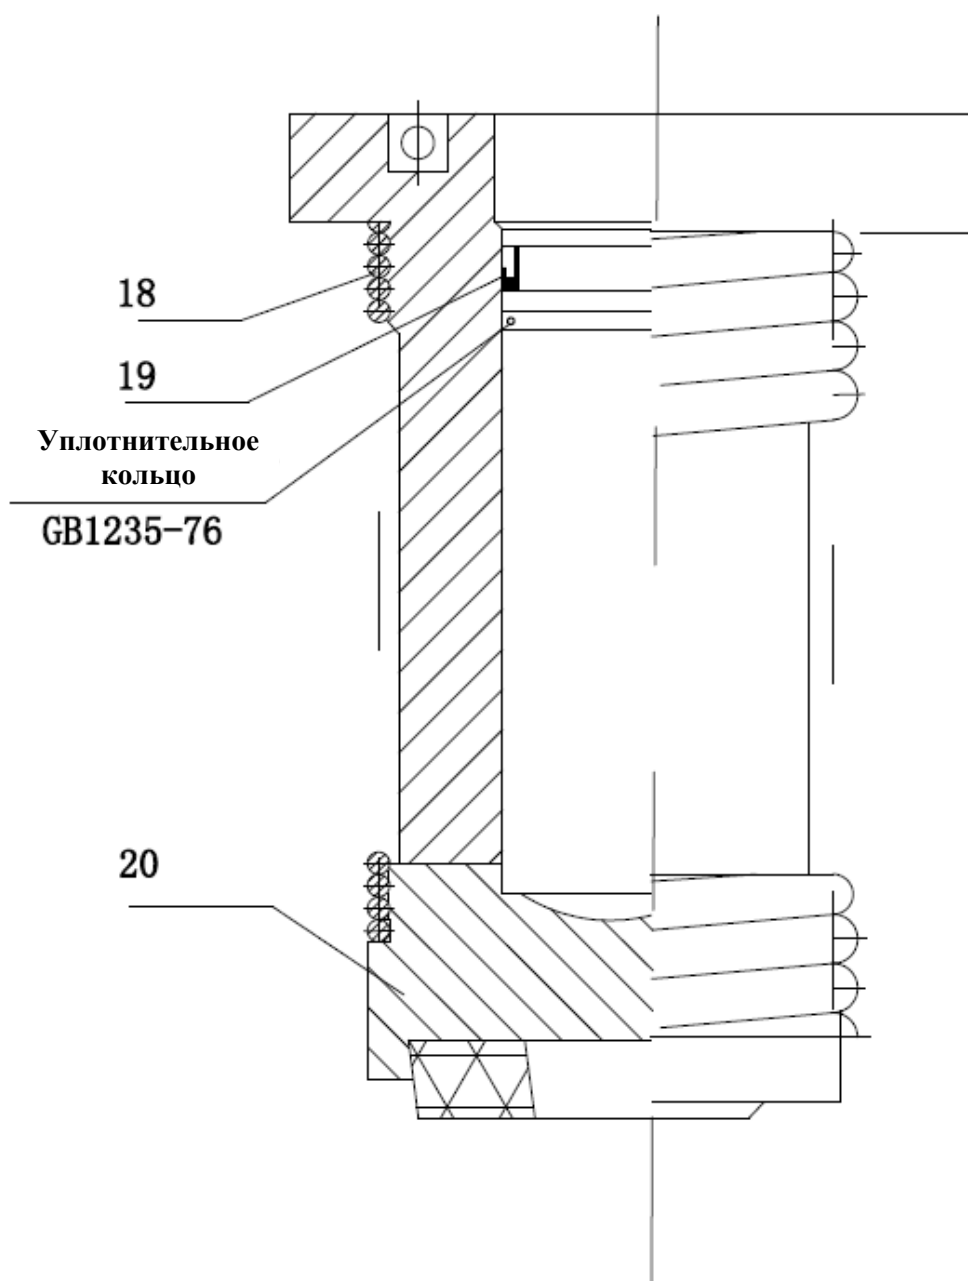

Рисунок 4 Прижимной цилиндр
Оно состоит из нескольких прижимных масляных цилиндров (рис. 4), которые установлены на опорной плите перед рамой ножниц. Прижимная головка преодолевает тяговое усилие пружины (18) и плотно прижимает материал после наполнения прижимного масляного цилиндра маслом. После резки она возвращается в исходное положение с помощью тяговой силы пружины. Давление прижима может быть увеличено с увеличением толщины разрезаемых материалов.